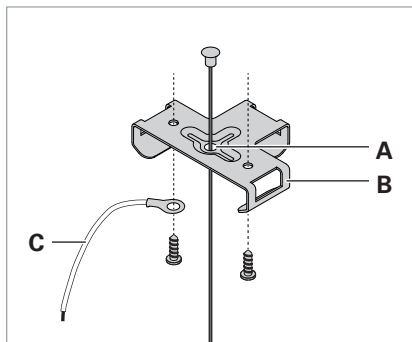

Fig. 6: Montaggio della lamiera di supporto.
- ▶ Far passare un cavo metallico dall'alto attraverso la fessura **A** della lamiera di supporto **B**, vedi Fig. 6.